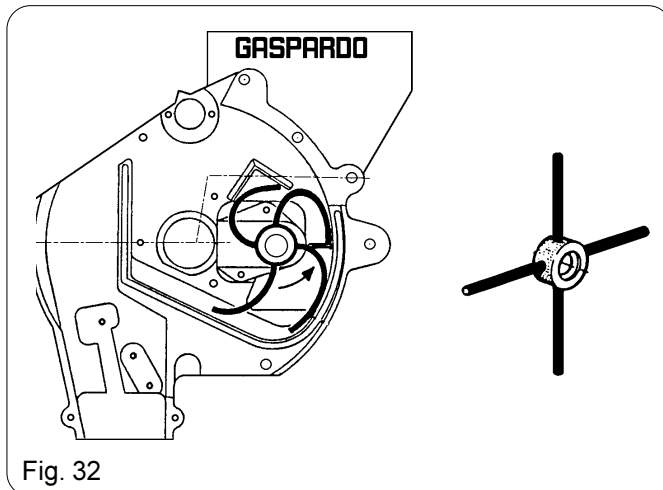

Fig. 32
Ha il compito di miscelare i semi all'interno del corpo distributore garantendo così un'alimentazione costante al disco di semina (fig. 32).
This particular device operates within the metering unit, ensuring a constant feeding of the seeds onto the seed plate (fig. 32).
Dieses besondere Rührwerk bringt die Saatgut an die Scheibenlöcher (fig. 32).
Il a pour fonction de remuer les graines à l'intérieur de l'unité de distribution afin de garantir une alimentation constante du disque de semis (fig. 32).
Sirve para mezclar las semillas all'interior del cuerpo distribuidor y garantizando alimentación constante (fig. 32).
Manometer (2): zeigt den Gebläsedruck von 0 bis 25 mbar. Die indikativen Durchschnittswerte der Gebläse kleiner Samen sind $8 \div 10$ mbar, pillierte Samen 0 mbar (Lasche ganz offen 4). Man erreicht die oben genannte Werte durch Erhöhung der Zapfwelldrehzahl und durch der Einstellung der Läschen (3 und 4, Bild 32), wobei bei Öffnen der Läschen die werte ab nehmen und beim Schliessen zunehmen, gleich bei dem Absaugen, wie bei dem Gebläse.